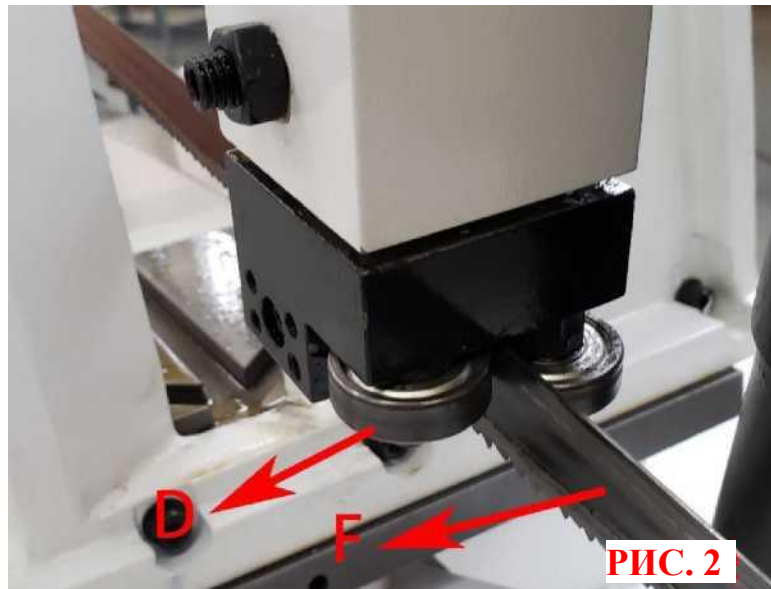

РИС. 2
8. Вставьте пильную ленту (F) до упора в роликовый подшипник направляющей лезвия (D) обратной стороной ленты к кронштейну направляющей, как показано на Рис. 2.